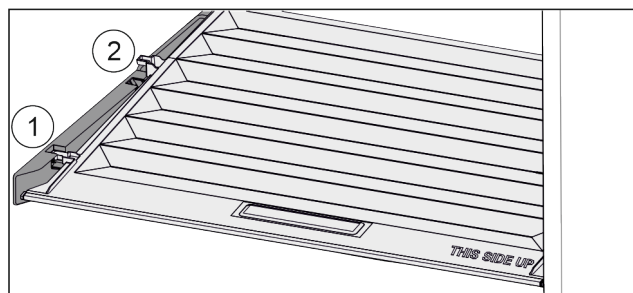

Fig. 33
- Pokrov povlecite naprej Fig. 33 (1) do odprtine v držalnih delih.
- Zadaj ga od spodaj dvignite in odstranite Fig. 33 (2) navzgor.